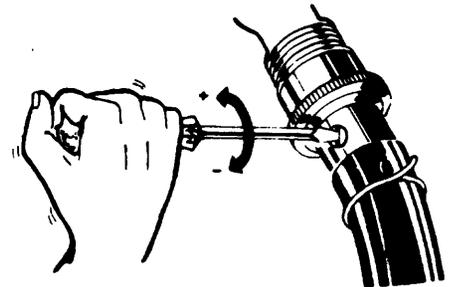

Fig. 8
3) En el caso en que el volumen no esté dentro de las especificaciones, regule el volumen de agua girando el tornillo que está junto a la manguera (fig. 8).